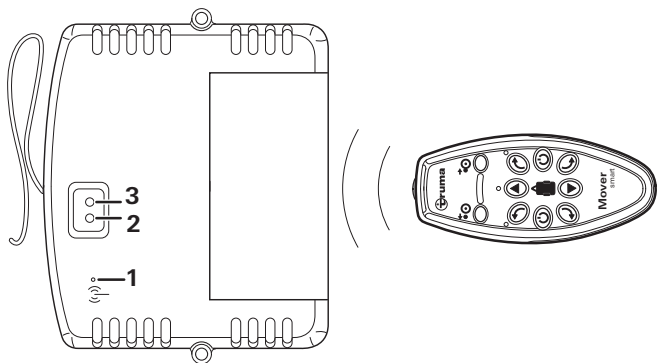

Bild 12
- Tryck på återställningsknappen (bild 12 - **1**) på styrenheten med ett tunt föremål, till exempel styrenhetens antenn.
Den gröna (bild 12 - **2**) och den röda (bild 12 - **3**) LED-lampan på styrenheten blinkar nu om vartannat.